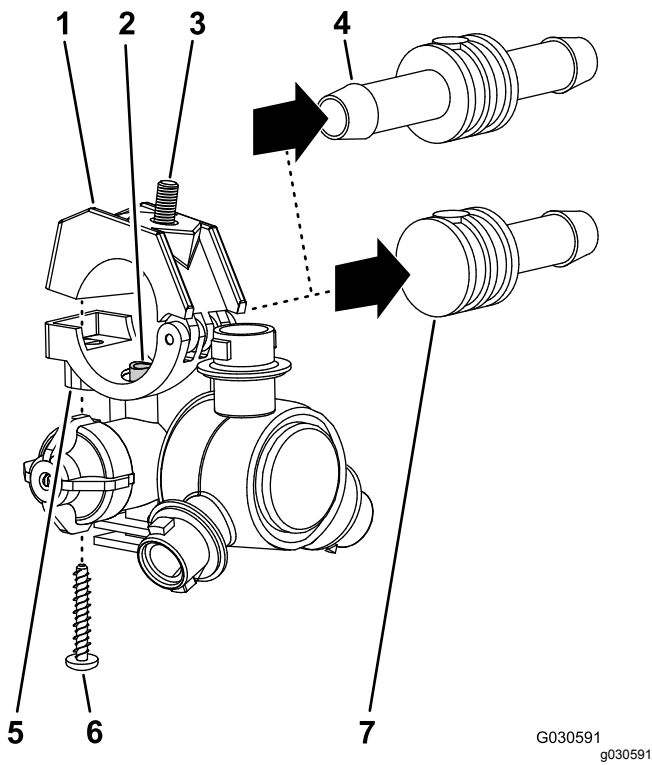

图72
2. 取下将夹具上半部分和双或单宝塔软管柄固定到喷嘴主体的不锈钢螺丝#12 x 1-1/4 英寸然后将宝塔软管柄和软管与喷嘴分开图72。